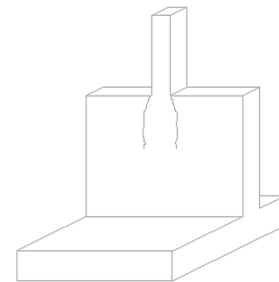

Fig.3: IVE
- A.1.** La causa posible de aparición de esta lesión es la disposición inadecuada o insuficiente de armadura para resistir la transmisión localizada de los esfuerzos de flexocompresión del pilar al muro. (Fig.3)